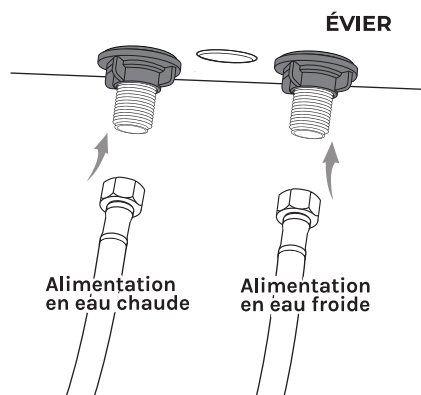

Fig. 8
1. Installez de nouvelles conduites d'alimentation en eau conformément aux instructions d'installation du fabricant. NE réutilisez PAS les conduites d'alimentation existantes. (voir la fig. 8).